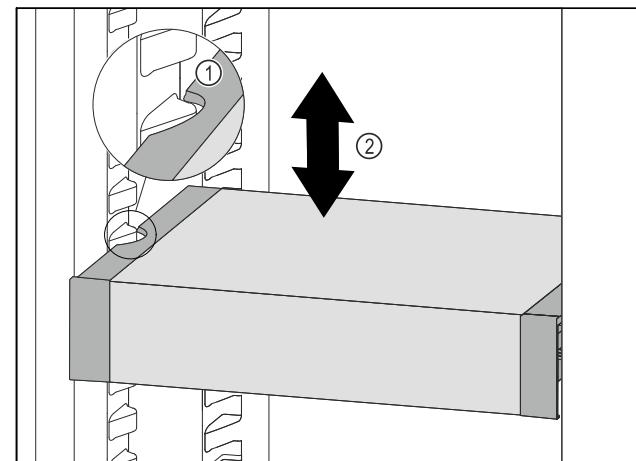

Fig. 77
- Тяните VarioSafe вперед, пока боковые выемки VarioSafe не окажутся на высоте выступа резервуара в холодильном отделении. Fig. 77 (1)
- ▶ Двигайте VarioSafe в холодильном отделении вверх или вниз, пока не будет достигнута требуемая высота. Fig. 77 (2)